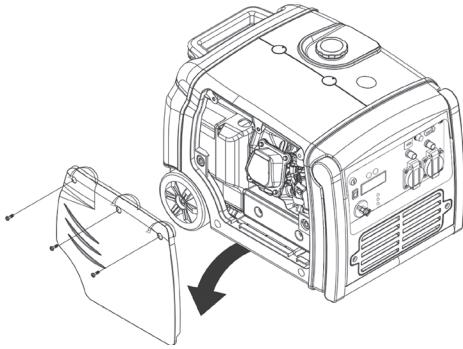

Fig. 23 – Removiendo la tapa de mantenimiento del filtro de aire
1. Suelte los tornillos de la tapa de mantenimiento del filtro de aire (3) (fig. 1) y retire la tapa (fig. 23);
2. Suelte los tornillos de la tapa de mantenimiento del filtro de aire (3) (fig. 1) y retire la tapa (fig. 23);